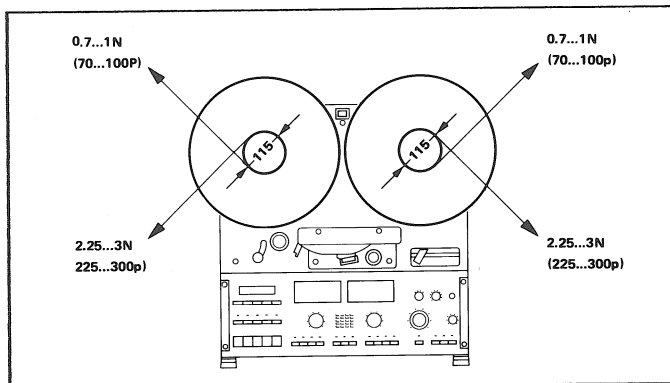

Fig. 2
- Enrouler quelques tours de ficelle fine sur la bobine. Pour mesurer les couples, une balance à ressort est fixée à la fin de la ficelle. Tirer lentement dans le sens correspondant avec la balance à ressort. Si les valeurs du dessin (fig. 2) ne sont pas atteintes, le système de freinage est à contrôler. Les garnitures et bandes de frein doivent absolument être propres et exemptes de graisse.